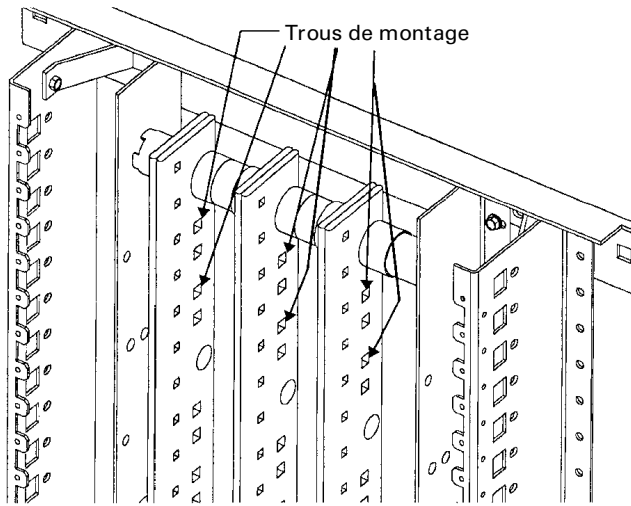

Figure 4. Trous de montage de barre omnibus.
3. Aligner les trous de montage. Aligner les trous de montage des barrettes de cosses avec les premiers et troisièmes trous de la barre omnibus à l'extrémité de la boîte estampée LINE sur la rangée arrière des trous, tel qu'illustré à la Figure 4.